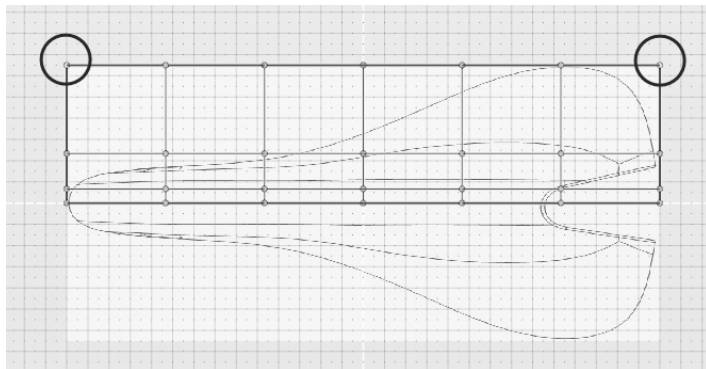

图 7-63 多选两个控制顶点
4) 按快捷键〈A〉切换至编辑顶点状态，按住〈Ctrl〉键，对图 7-63 中标出的两个顶点进行多选。